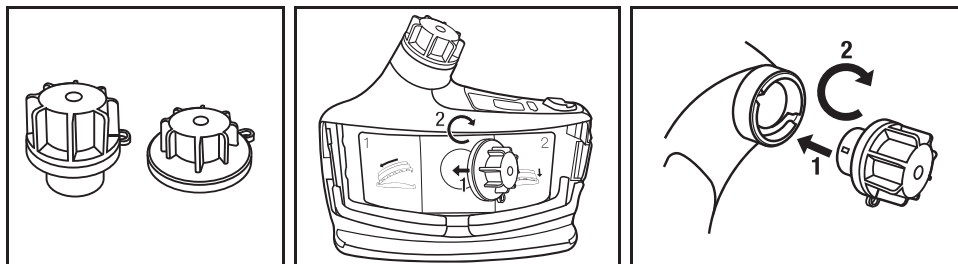

Fig. 16 Conexión del ventilador de motor, limpieza y almacenamiento de cubiertas
- Si requiere limpieza adicional, retire el filtro/cartucho y el tubo de respiración. Para minimizar la caída de material en el ventilador de motor, quite el tubo de respiración (Fig. 12) y filtro/cartucho (Fig. 6) cuando esté mirando hacia abajo. Retire la batería. Conecte los tapones de entrada y salida de aire para limpieza y almacenamiento (Kit de almacenamiento y limpieza 3M™ TR-653) al TR-600 (Fig. 16). Ahora ya puede sumergir el TR-600 o ponerlo en una lavadora para respiradores para limpiarlo mejor. La temperatura del agua no debe exceder 50°C (122°F). Antes de cada uso, revise que los empaques del tapón deben no estén dañados o desgastados. Debe reemplazar los empaques desgastados o dañados. Lavar el TR-600 con empaques de tapón dañados puede estropear al TR-600 e invalidar la garantía. No debe sumergir ni colocar en una lavadora de respirador los ventiladores dañados o que se le hayan caído, debido a la posible entrada de agua. **NOTA: Debe reemplazar los empaques cada 30 usos, o al año, lo que ocurra primero, para minimizar el uso de empaques desgastados.**